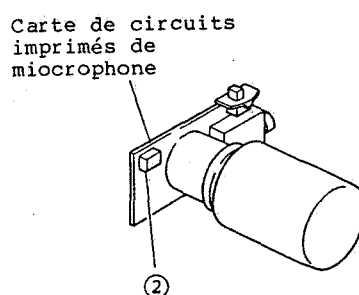

Fig. 2-155
2. Débrancher le connecteur CN401 implanté sur la carte de circuits imprimés MIC. (Se reporter à la figure 2-155)